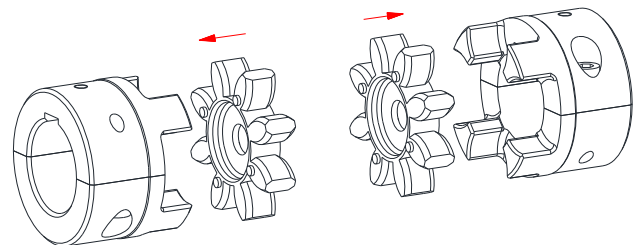

Bild 17: Montage der Zahnkränze
- Setzen Sie die Zahnkränze in die Nockenpartie der SPLIT-Naben ein (siehe Bild 17).